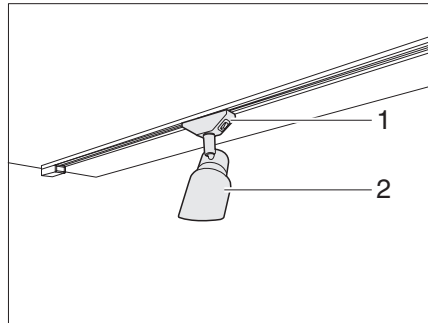

Bild 44 LED-spotlight (exempel)
- Ta tag i hållaren (Bild 44,1) och vrid 45°.
- Ta av LED-spotlightsen (Bild 44,2) från skenorna.
- Sätt in LED-spotlightsen (Bild 44,2) på önskat ställe i skenorna och vrid 45°.